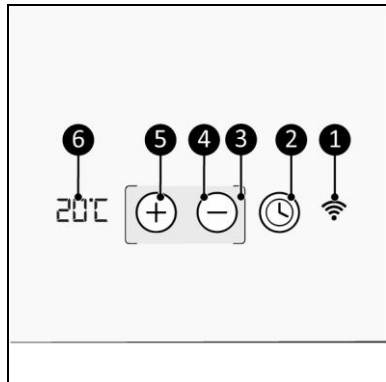

Abbildung 5
Der LED-Bildschirm erlischt automatisch nach  $\pm 15$  Sekunden. Die eckigen Klammern bleiben sichtbar. Berühren Sie das Gerät zwischen den eckigen Klammern (Abbildung 5, pos. 3), damit es wieder aufleuchtet.